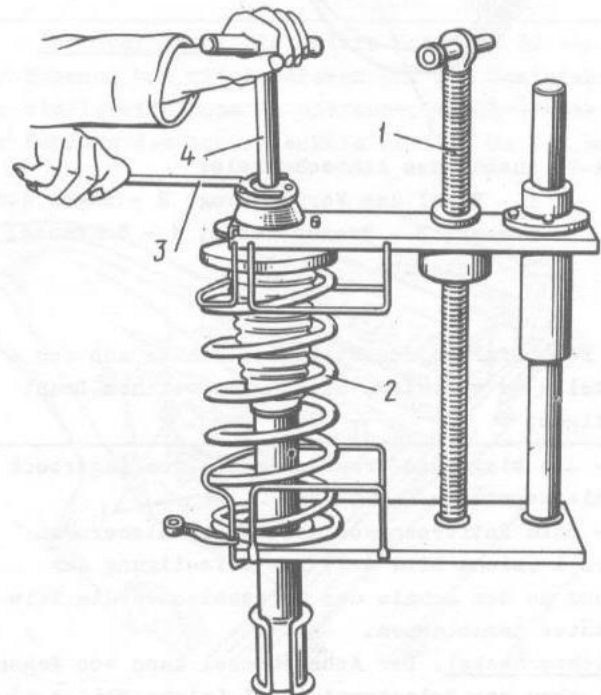

Bild 4-12. Einsatz der Teleskopstütze in Auseinanderbauvorrichtung:
Der Auseinanderbau der Teleskopstütze erfolgt in der in Bild 4-12 dargestellten Vorrichtung.
- mit Steckschlüssel 4 (siehe Bild 4-12) die Mutter 12 (siehe Bild 4-2) losschrauben, dabei die Begrenzungsscheibe 11 mittels Halters 3 (siehe Bild 4-12) mit den Stiften halten;